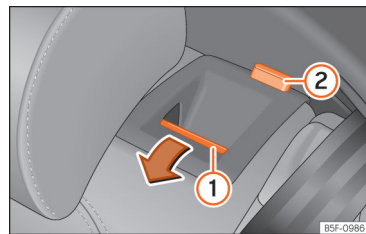

Fig. 71 Bancheta spate: rabaterea spătarului.
- Apăsati butonul de deblocare » fig. 71 ① către față și în același timp rabatați spătarul. Dacă marcajul roșu al butonului ② este vizibil, spătarul banchetei nu este fixat pe poziție.